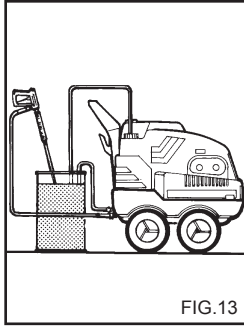

FIG.13
**OPERAZIONI PER L'USO DI ANTIGELO (fig. 13)**